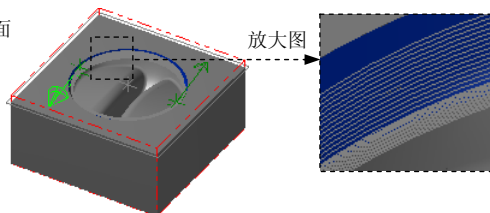

图 4.22 曲面流线形式线框
Step3. 设置曲面流线形式。单击“刀具路径的曲面选取”对话框曲面流线区域的按钮，系统弹出“曲面流线设置”对话框，同时图形区出现流线形式线框，如图 4.22 所示。单击按钮，系统返回至“刀具路径的曲面选取”对话框。单击按钮，系统弹出“曲面精加工流线”对话框。